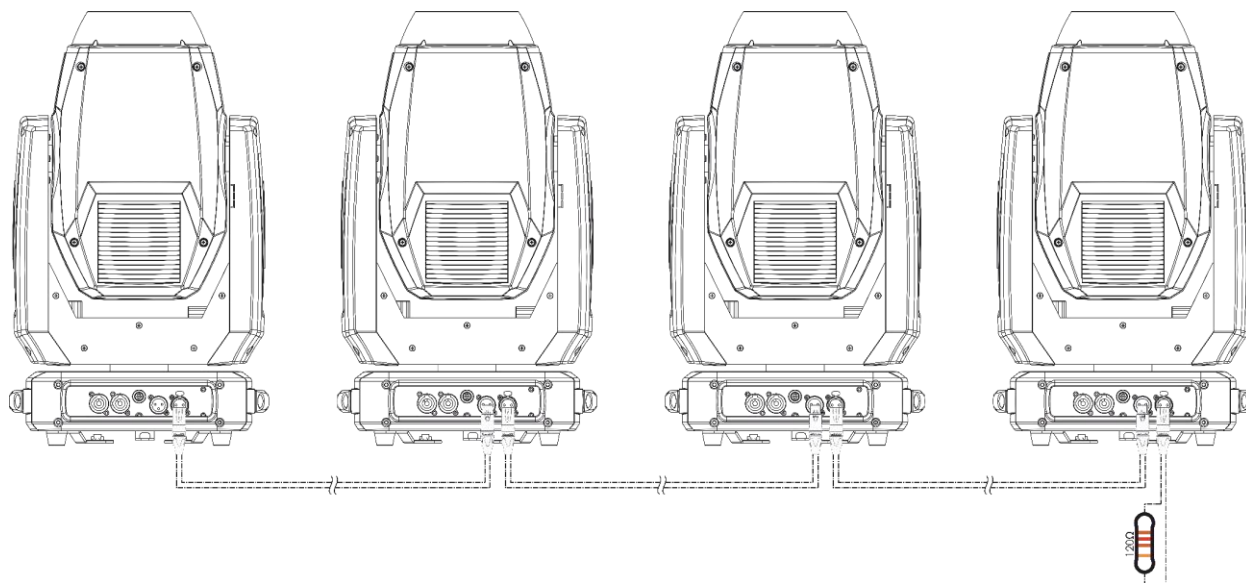

Fig. 09
- 02) Repita el paso 1 para todos los dispositivos como se indica en la Fig. 09. El primer dispositivo conectado se reconocerá automáticamente como el dispositivo maestro.